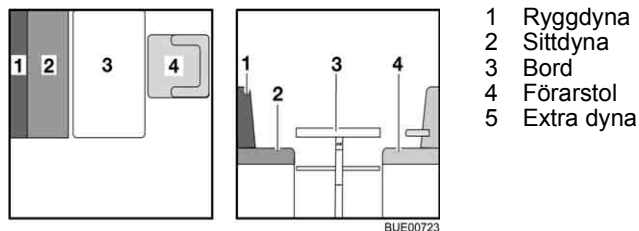

Bild 91 Före ombyggnaden
- Vrid förarstolen (Bild 91,4) och skjut fram den så långt det går.
- Bygg om bordet (Bild 91,3) till sängbotten (se avsnitt 6.12.1).
- Lägg ryggdynan (Bild 91,1) åt sidan.